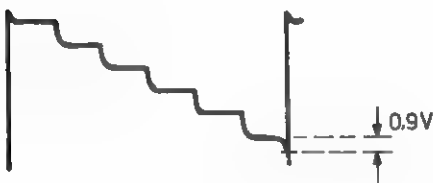

Fig. 18
- . Regel R26 zodanig af, dat de spanning bij 0,9 V onder het 6° niveau omklapt (zie fig. 18).